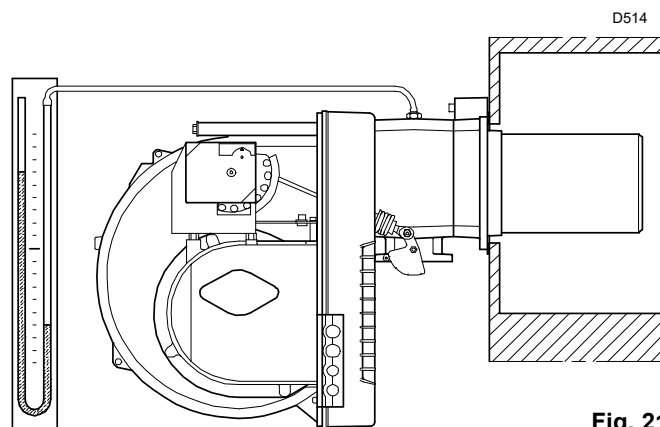

Fig. 21
- Montar um manómetro do tubo em "U" (Fig. 21) na tomada de pressão do gás da mangueira.
A chegada do gás ao tubo é mostrado pelo manómetro em forma de U (Fig. 21 na pág. 23).
Para uma orientação que pode ser derivada a partir de Tab. F na pág. 19, basta ler a pressão do gás no manómetro de tubo em U, consulte Fig. 21 na pág. 23 e siga as instruções dadas na pág. 19.